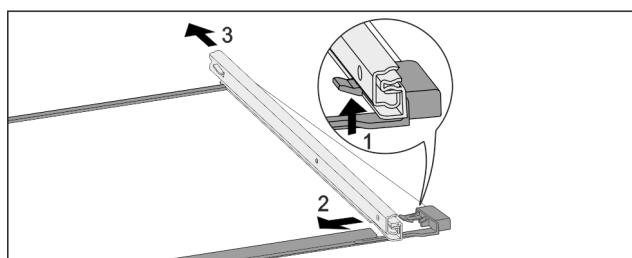

Fig. 179 Стъклена плоча с релси
- ▶ Натиснете нагоре предните фиксиращи палци. Fig. 179 (1)
- ▶ Пълзнете изтеглящата релса настрани Fig. 179 (2) и назад Fig. 179 (3).